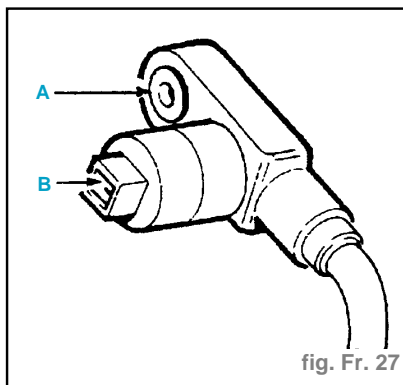

fig. Fr. 27
- S'assurer de la propreté du plan d'appui (A) et de la partie (B) (fig. Fr. 27).
- Reposer le capteur (2).
- Serrer la vis (1) préalablement enduite de **Loctite Frenetanch** à 1 daN.m.